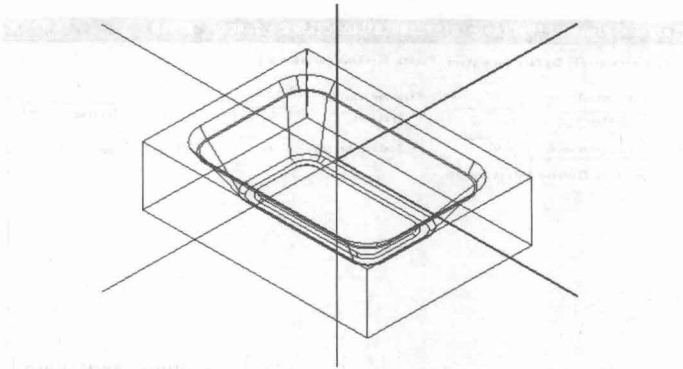

图 1-4 毛坯模型及编程坐标系
2) 设置毛坯模型并设置编程坐标原点, 如图 1-4 所示。